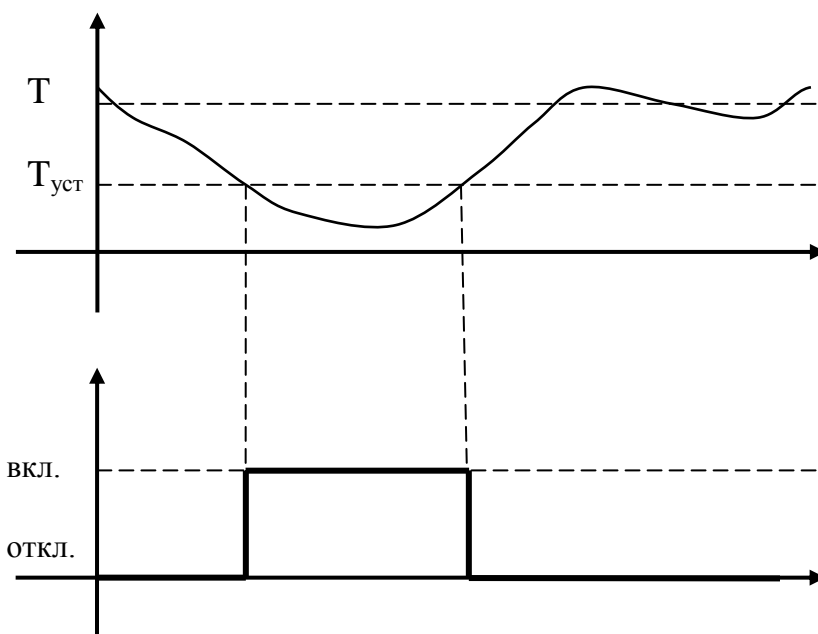

Рисунок 30
Сигнализация срабатывает, если отклонение (dT) от заданной температуры (T) превышает значение аварийной уставки ($T_{уст.}$) (рис. 30).